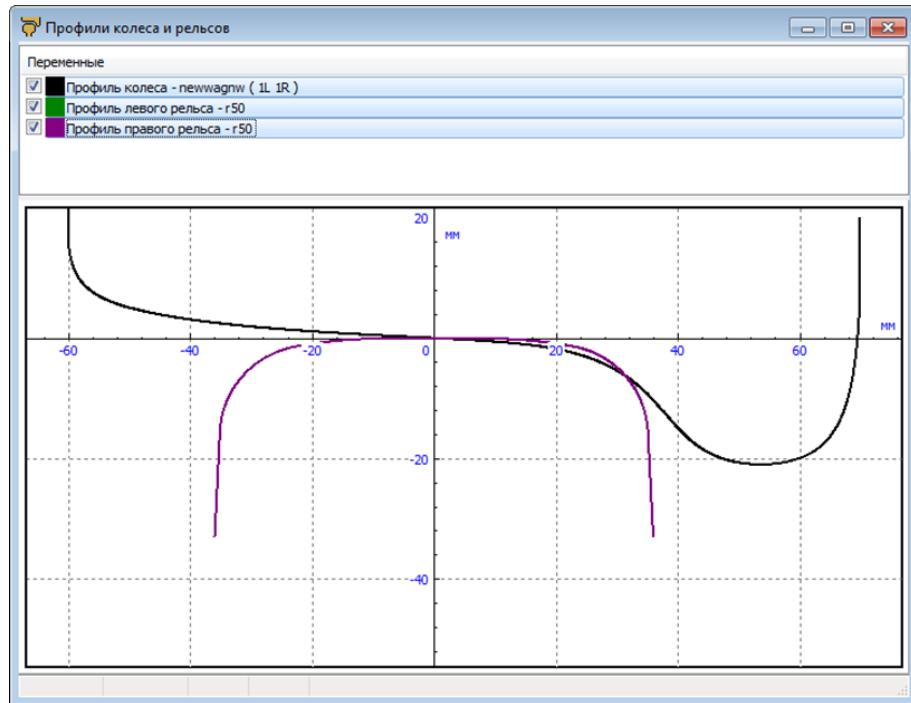

Рис. 1.3. Выбранные профили колёс и рельсов
8. Нажмите кнопку  . Появится новое графическое окно с изображением выбранных профилей колёс и рельсов, см. рис. 1.3.